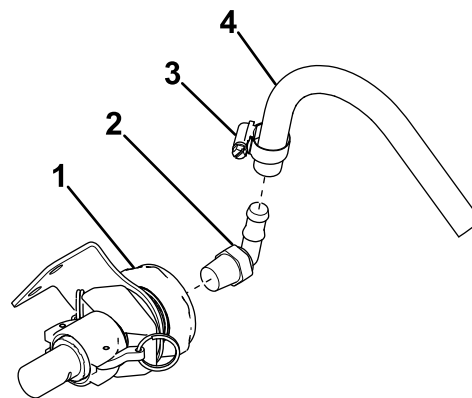

Figure 9
2. Montez un raccord à 90° au bout de la traversée (Figure 9).
3. Fixez le flexible de 45 cm (18 po) au raccord à 90° avec un collier (Figure 9).